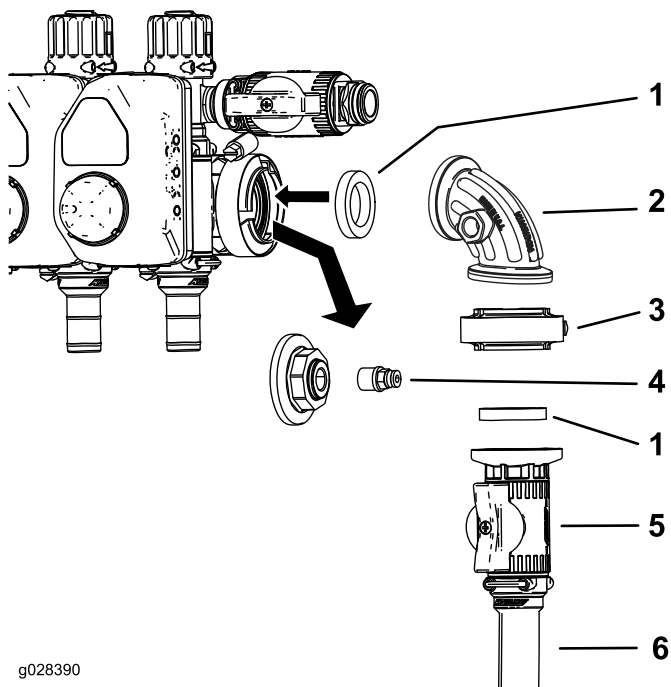
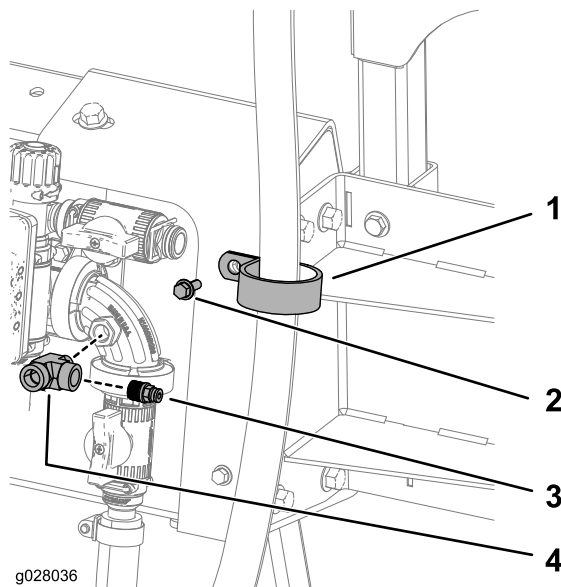

图13
图14
1. 从压力表的端口处拆下软管盖和连接器（图13）。
2. 安装控制阀总成，如图13 中所示。
3. 将连接器装入 90 度弯头上的开口端（图13 和 图14）。
4. 使用软管夹将软管卷供水软管连接至控制阀（图13）。
5. 使用 R 形软管夹、1 个螺栓（1/4~20 x 3/4 英寸）和 1 个螺母（1/4~20 英寸）将软管（1.8m）固定到上支架，如图14 中所示。
6. 在 T 形弯头的螺纹上缠上聚四氟乙烯生料带，并将 T 形弯头连接至控制阀（图14）。
7. 在连接器的螺纹上缠上聚四氟乙烯生料带，并将连接器连接至 T 形弯头（图14）。